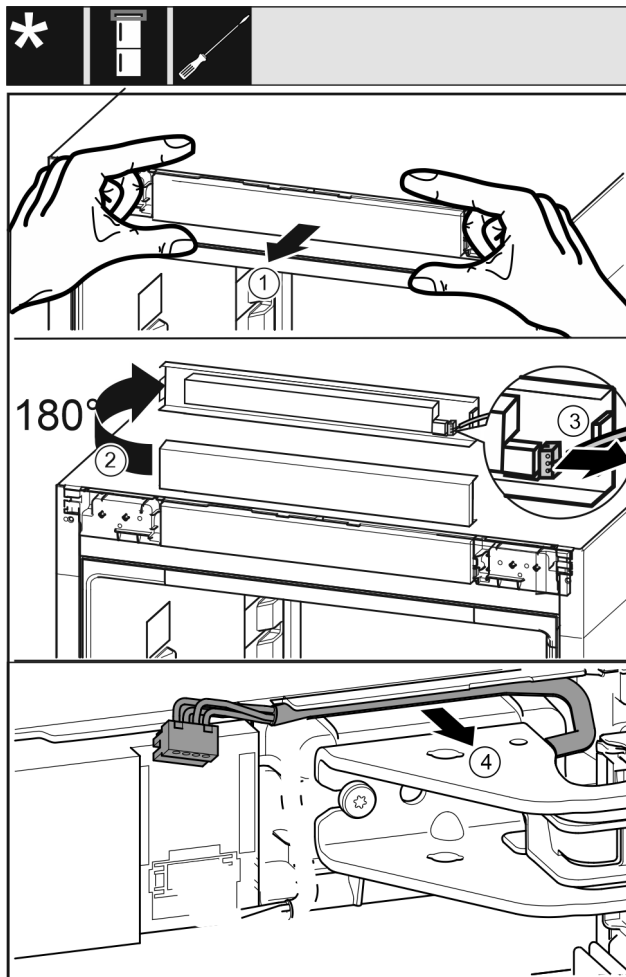

Fig. 18
- ▶ Désolidariser avec précaution le panneau de commande Fig. 18 (1) vers l'avant.
- ▶ Tourner le panneau de commande Fig. 18 (2) de 180° vers le haut.
- ▶ Pousser l'ergot Fig. 18 (3) vers l'arrière et retirer avec précaution le connecteur.
- ▶ Désolidariser avec précaution le câble Fig. 18 (4) du guide par le biais du support de palier.